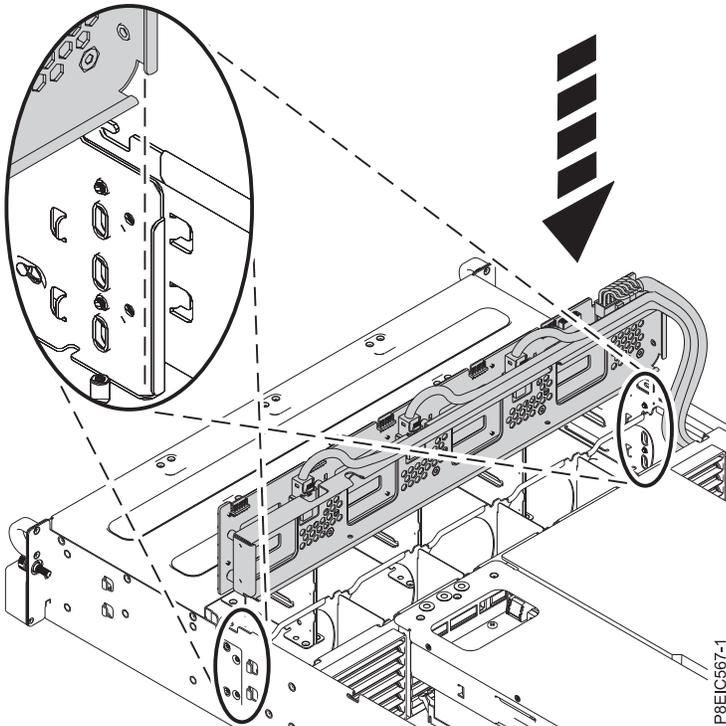

Figura 30. Instalación de placa posterior de unidad de disco
4. Utilizando el canal de alineación, baje la placa posterior de unidad de disco directamente en el chasis, tal como se muestra en Figura 30 en la página 28.